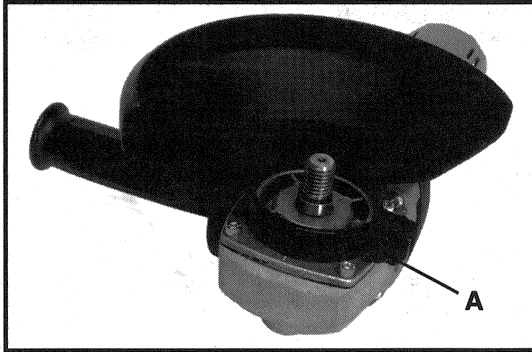

Fig. 3
4. Asiente el protector sobre la pestaña de montaje y apriete firmemente el tornillo de montaje (A), Fig. 3.